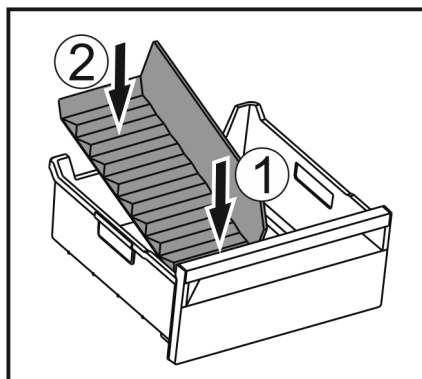

Fig. 51
- Vložte oddelovač najskôr vpredu Fig. 51 (1).
- Spustite nadol zadnú časť Fig. 51 (2).